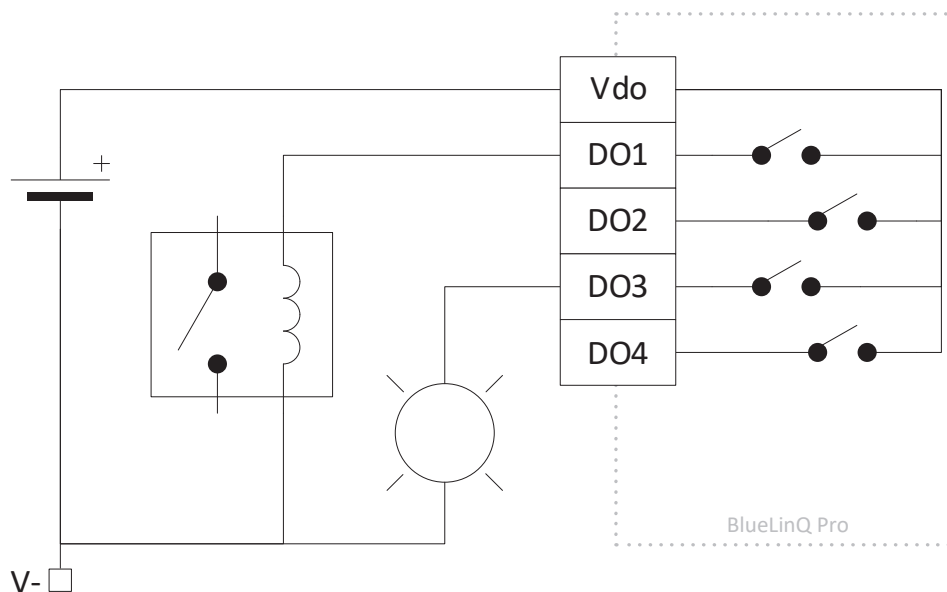

Рис. 2 Типовые схемы соединения дискретных выходов
BlueLinQ Pro оснащен 4 дискретными выходами, доступ к которым осуществляется через пятиклеммное подключение, см. рис. 2 и таблицу 1 ниже. Pin8 (Vdo) подает на клеммы питание в диапазоне 10-30 В постоянного тока с максимальной общей нагрузкой 4 А. «Минус» питания, подключенный к Vdo, должен быть соединен с V- (минусовая клемма питания BlueLinQ Pro). Клеммы с Pin9 до Pin12 – дискретные выходы с DO1 до DO4. Для подсоединения следует использовать одножильный провод подходящего сечения1. Выходное напряжение Vdo на дискретных выходах с максимальной общей нагрузкой 4 А для всех выходов и максимальным номинальным током 1,7 А на один выход.
**Примечание:** Минусовую клемму питания, подключенную к Vdo, необходимо подсоединить к минусовой клемме питания BlueLinQ Pro (V-). См. рис. 2 ниже.